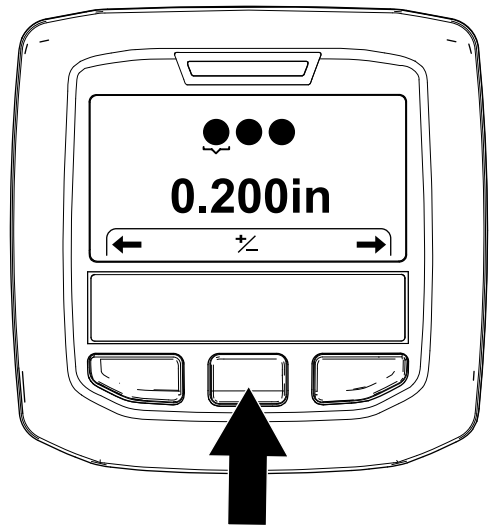

Figura 58
- Pulse el botón derecho del InfoCenter hasta que se muestre la pantalla Setting the Tine Diameter (Ajuste del diámetro de los taladros) (**Figura 58**).